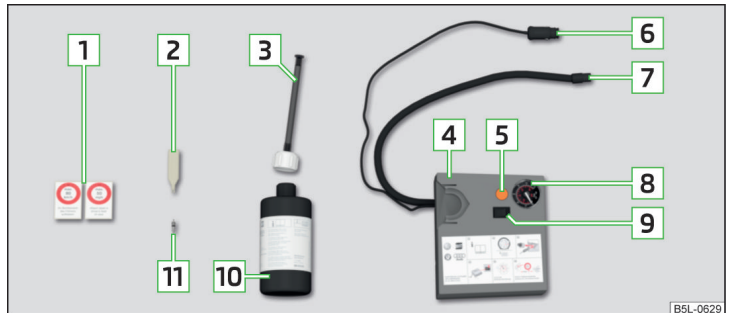

Fig. 163 Imagen esquemática: Componentes del kit de averías
Componentes del kit » fig. 163
- Pegue la etiqueta adhesiva correspondiente **1** » fig. 163 de la pág. 172 sobre el tablero de instrumentos en el campo visual del conductor.
- Agitar la botella de inflado de neumáticos **10** » fig. 163 de la pág. 172 fuertemente varias veces.
- Enrosque el tubo flexible **7** » fig. 163 de la pág. 172 del compresor de aire fijándolo en la válvula del neumático. ▶